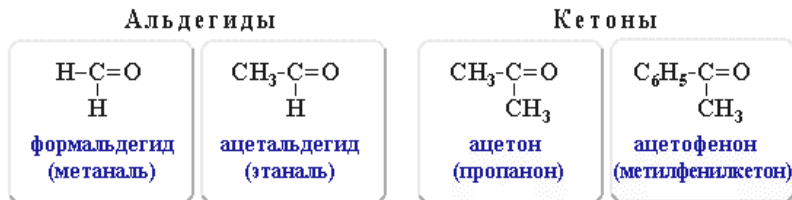

Рис. 7.7. Примеры альдегидов
3. Карбоновые кислоты ( $X = OH$ ) и их производные ( $X = OR, NH_2, NHR, Na\ell$  и так далее), (рис. 7.7, табл. 7.2).